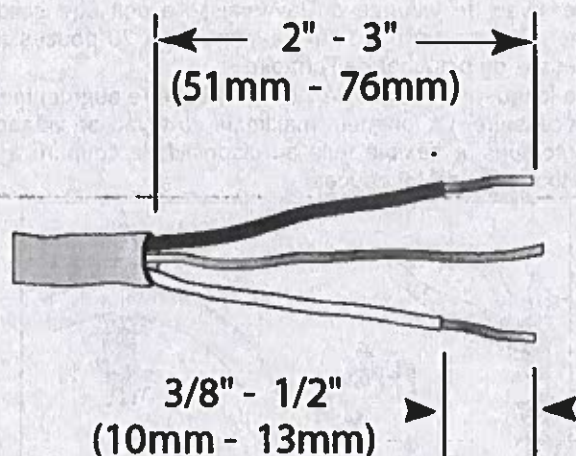

Figure 8
2. Enlever 2 à 3 po (51 à 76 mm) de la gaine extérieure du câble d'alimentation résidentiel ou in-situ comme indiqué sur la Figure 8. Enlever 3/8 à 1/2 po (10 à 13 mm) de l'isolant de chaque fil comme indiqué sur la Figure 8.